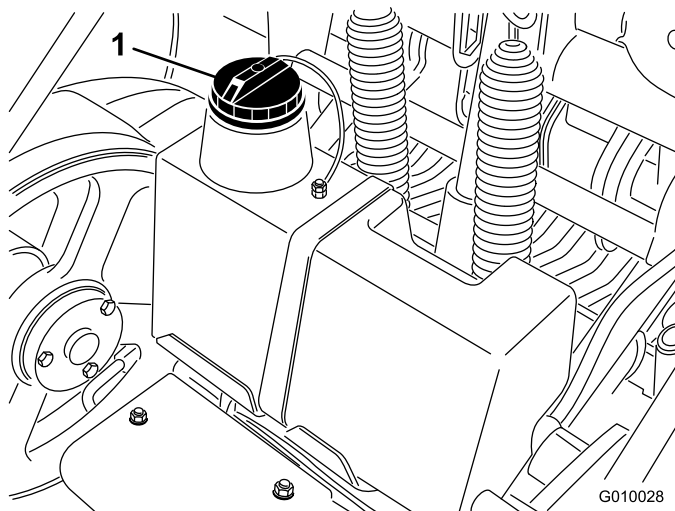

Bild 18
3. Reinigen Sie den Bereich um den Einfüllstutzen und den Deckel des Hydraulikbehälters (Bild 18). Schrauben Sie den Deckel vom Einfüllstutzen ab.